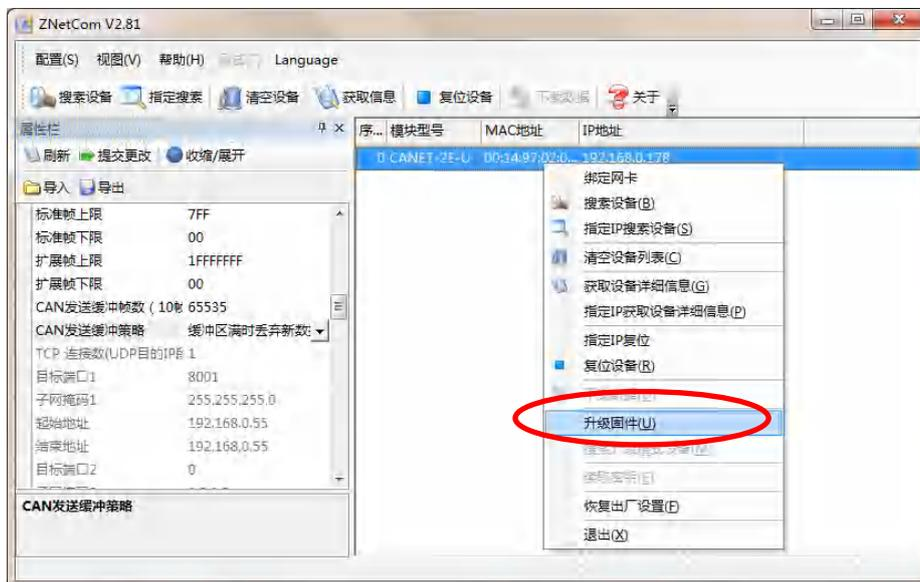

图 5.17 固件升级菜单项
1. 在 ZNetCom 软件的设备列表栏中，在列表项选中要升级的设备，点击鼠标右键，出现菜单项，如图 5.17 所示。